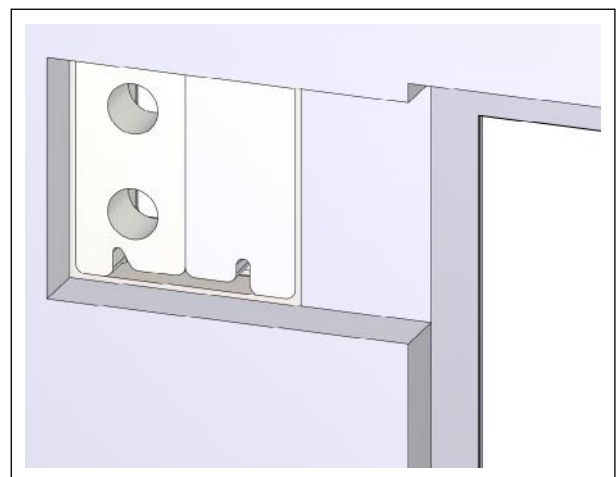

Abb. 18: Montageset M-WRG-M/MB mit Füllstück installiert in Rohwand für Einbindung in monolithischen Wandaufbau – Sicht auf die Außenfassade
- Bei der Einbindung in einen monolithischen Wandaufbau sind Montageset und Füllstück so zu kürzen, dass sie zusammen mit dem Montageset Fensterlaibung bündig mit der Rohwand abschließen (siehe Abb. 18).